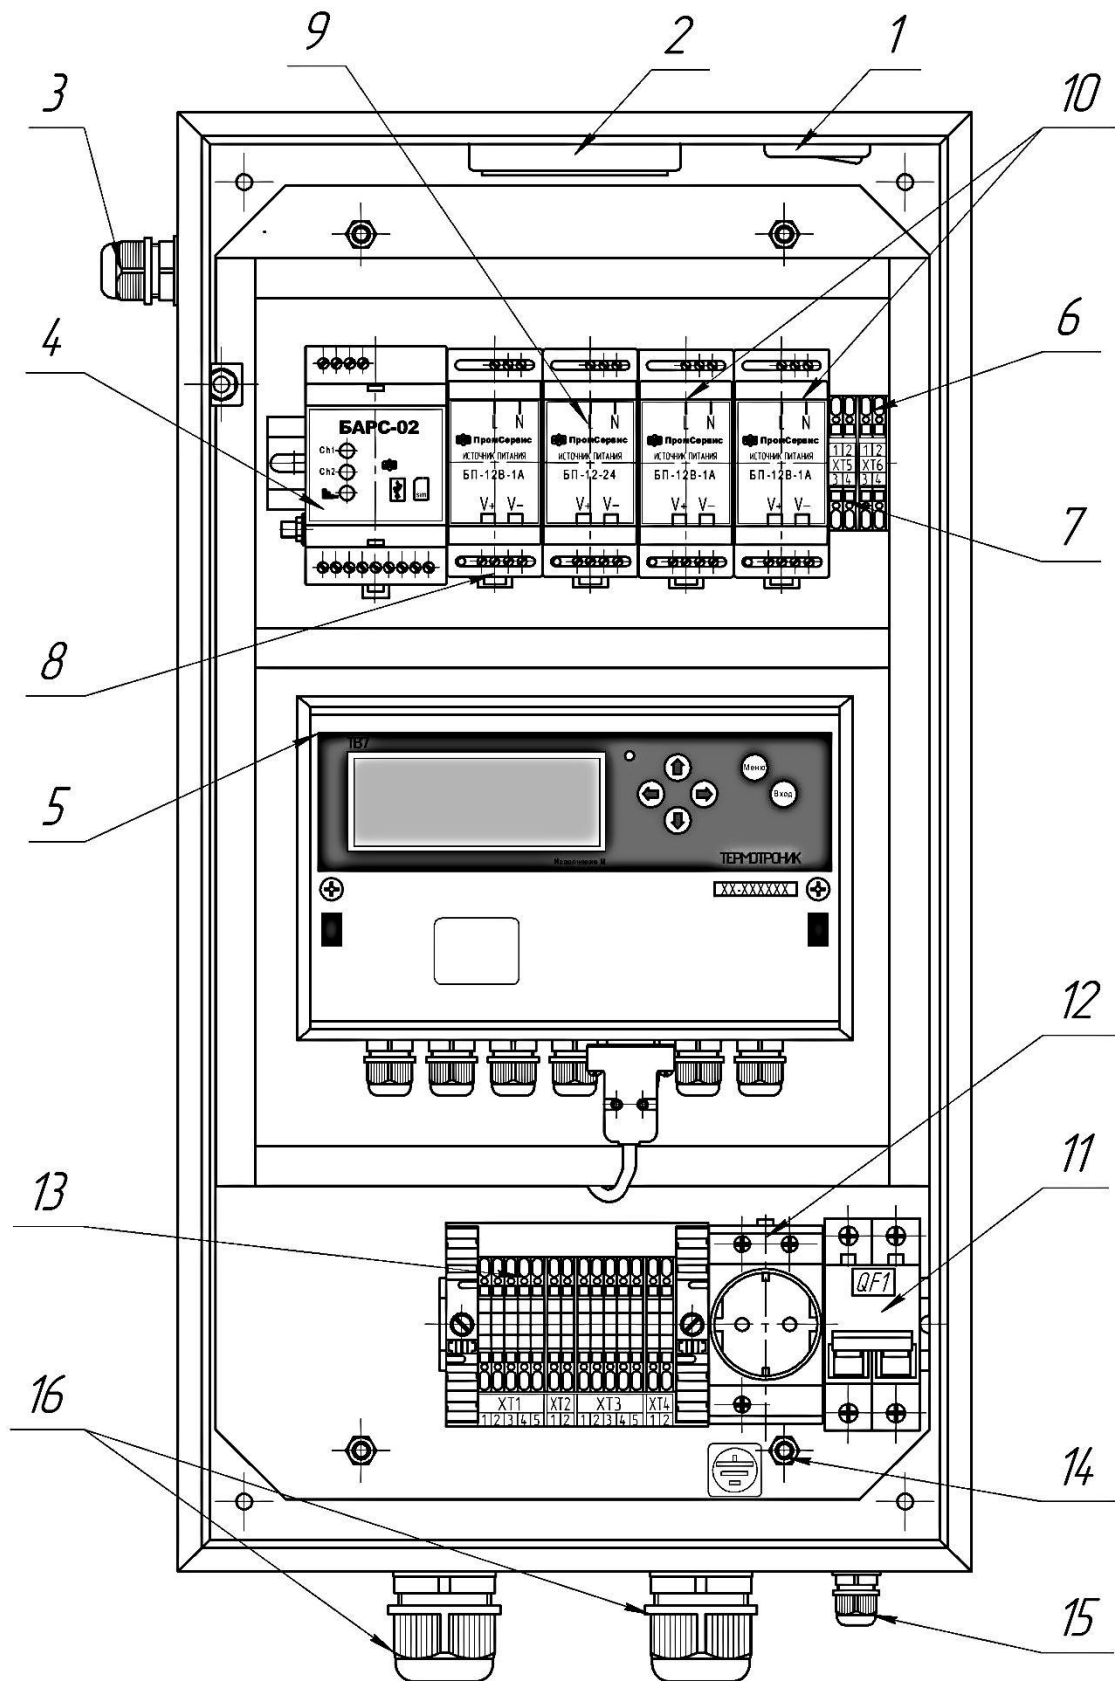

Рисунок 1 - Расположение компонентов ШСУ-55-222-1:
6.4 К болту заземления (поз.14 на рис.1, поз.11 на рис.2), подключить контур заземления узла учёта.